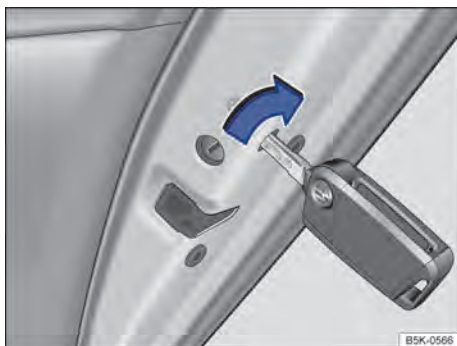

Fig. 63 Travamento de emergência do veículo com a chave do veículo.
- Inserir a haste da chave na fenda → Fig. 63 e girar.